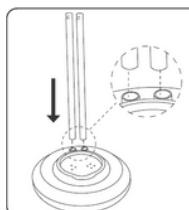

Fig. 1
- Aliniați cele două tuburi de susținere cu orificiile din bază, apoi fixați-le de jos folosind șuruburile incluse. (Fig. 1).